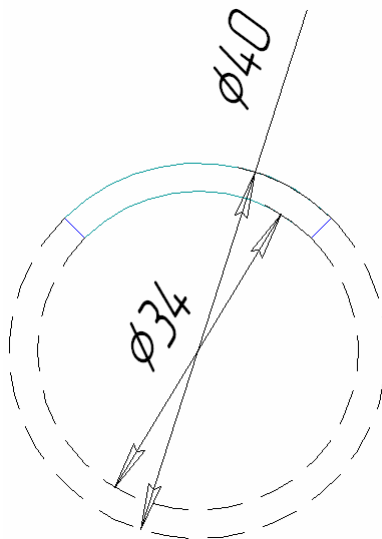

Рис. 62 – Приклад, які частини кола треба видалити
4.7 Виберіть кнопку **«Усечь кривую»**  в розділі **«Редактирование»**  на компактній панелі інструментів і виділіть кола у містах пунктиру, як на рис. 62.